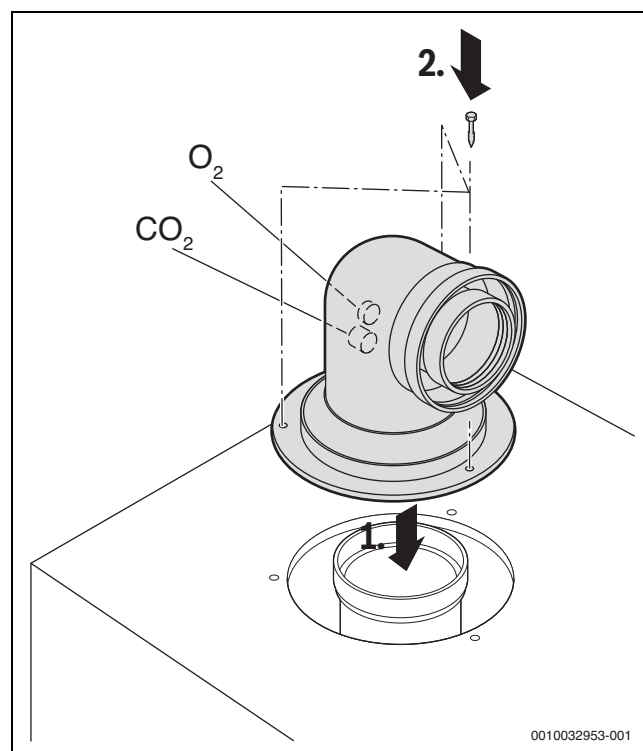

Fig. 27 Insérer les accessoires de fumisterie et fixer avec trois vis.
- Raccordement des accessoires de fumisterie (→ fig. 27).